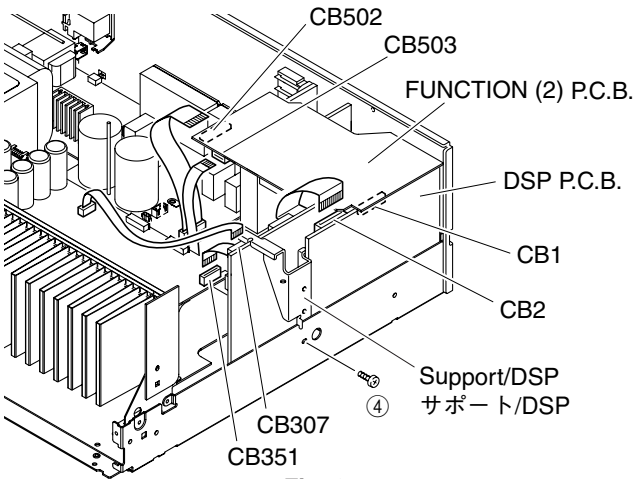
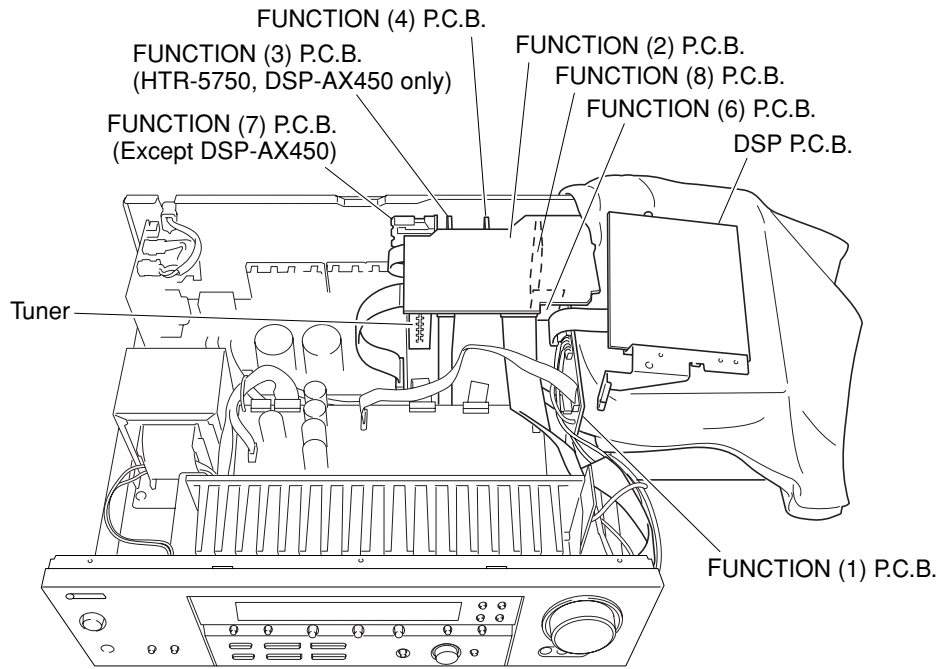

Fig. 2
Fig. 4
- a. Remove 1 screw (④). (Fig. 2)
- c. Remove CB2. (Fig. 2)
- d. Lift up the FUNCTION (2) P.C.B. and remove the CB1. (Fig. 2)
- e. Remove the DSP P.C.B. with the Support/DSP. (Fig. 2)
- a. ④のネジ1本を外します。(Fig. 2)
- c. CB2を外します。(Fig. 2)
- d. FUNCTION(2) P.C.B.を上部に浮かせCB1を外します。(Fig. 2)
- e. DSP P.C.B.をサポート/DSPと共に取り外します。(Fig. 2)
4. Removal of FUNCTION (1), (2), (4), (6) ~ (8) P.C.B.s and Tuner
- Remove CB307, CB351, CB502 and CB503. (Fig. 2)
- Remove FUNCTION (1), (2), (4), (6) ~ (8) P.C.B.s. and the Tuner. (Fig. 4)
4. FUNCTION (1)~(4)、(6)~(8)、TUNERの外し方
- CB307、CB351、CB502、CB503を外します。(Fig. 2)
- FUNCTION (1)~(4)、(6)~(8)、TUNERを取り外します。(Fig. 4)